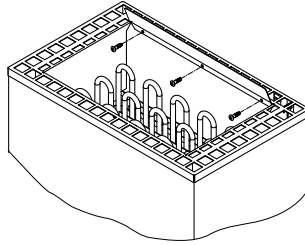

Abb. 5
- Befestigen Sie das beiliegende Luftleitblech wie in Abb. 5 dargestellt. Hierzu die mittlere Schraube in der Abdeckung zuerst lösen und wieder mit dieser und zwei weiteren Blechschrauben 4,2 x 9,5 aus dem Polybeutel befestigen.